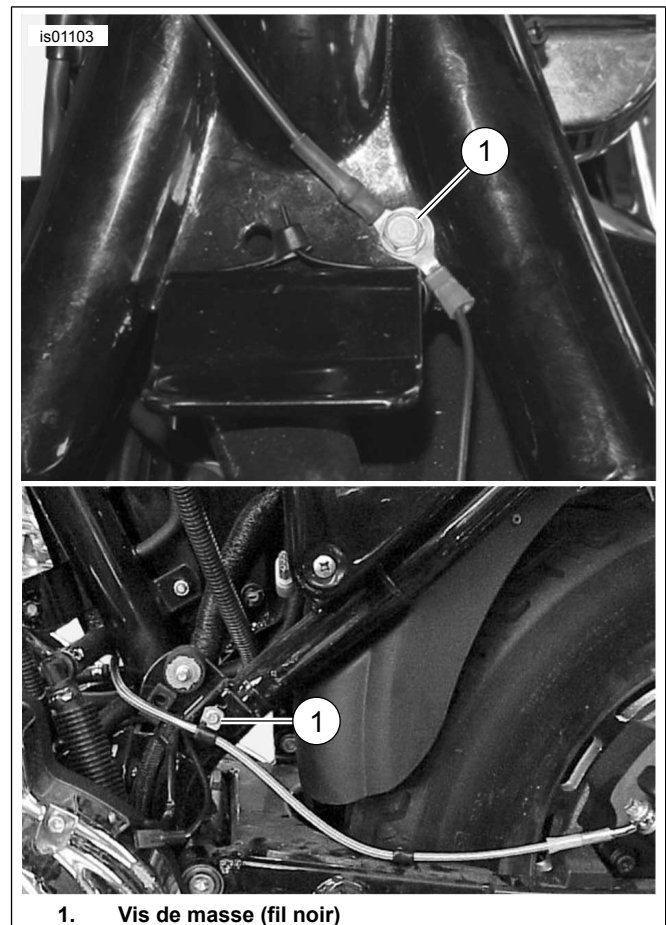

Figure 3. Connexions à la masse (modèles Sportster)
3. Voir Figure 3. Retirer la vis de masse (1) située :